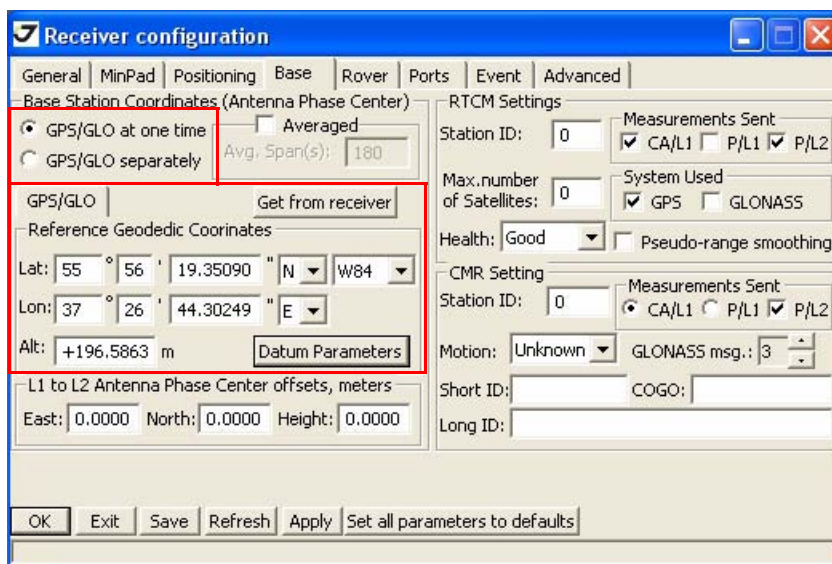

Рисунок 3-5. Закладка Base
- Для базового приемника (базы) откройте закладку *Base* и настройте следующие параметры (Рисунок 3-5 на стр. 30), затем нажмите *Apply*.